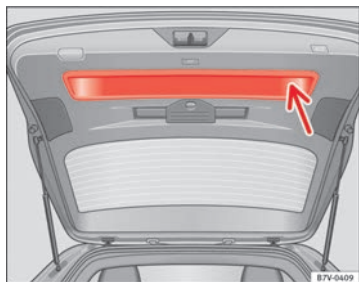

Fig. 55 Portellone posteriore aperto: maniglia di presa ad incavo.
- Prendere la maniglia di presa ad incavo del rivestimento interno del portellone posteriore → fig. 55 (freccia).